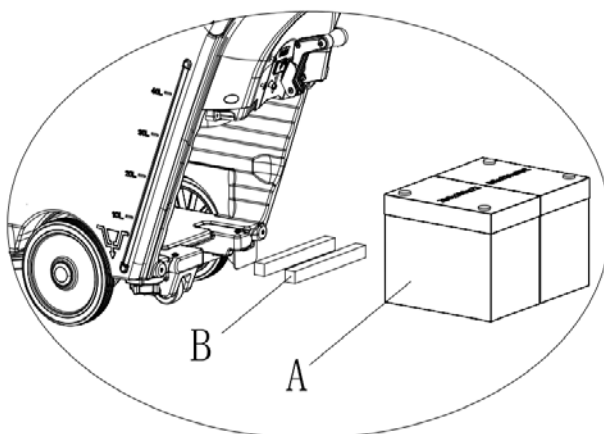

Рисунок 6
6. Отключите разъем батареи (9).
7. Откройте крышку бака утилизации (24), чтобы проверить, пустой ли бак, если не пустой, то очистите его при помощи сливного шланга (15).
8. Отвинтите ручку швабры (16) и снимите разъем шланга всасывания сточных вод (11), чтобы снять швабру.
9. Отвинтите винты крышки батарейного отсека (10), чтобы удалить ее.
10. Снимите разъем, который соединяет несущую швабру (12) и кронштейн швабры (19), поместите несущую швабру в подходящее место для установки батареи.
11. Поместите шланг всасывания сточных вод и сливной шланг в подходящее место, чтобы не мешать установке батареи. (А, Рисунок 6)